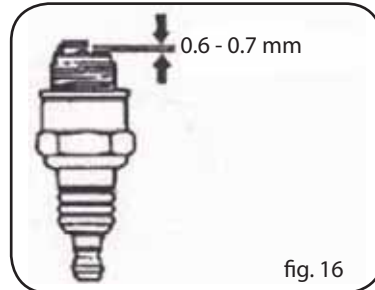

fig. 16
3. Mida el espacio libre de la bujía con un medidor de espesor. El espacio debe ser de unos 0,6~0,7 mm (fig. 16). Si fuera necesario realizar una regulación, doble con cuidado el electrodo lateral.